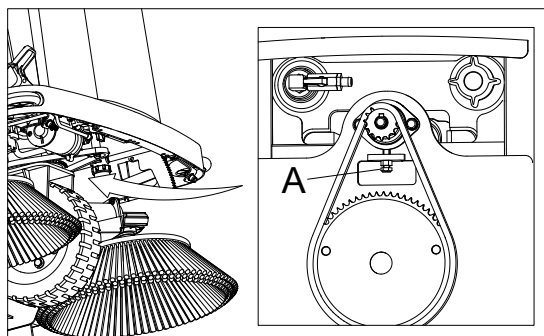

Рис. 40
4. Когда переднее колесо ослаблено, отрегулируйте регулировочный винт колесной цепи (А, рис. 40) в передней части машины, чтобы убедиться, что колесная цепь правильно затянута.